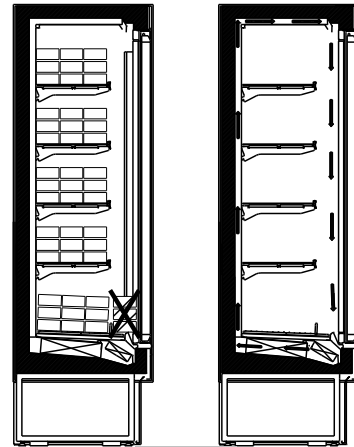

Fig. 15
- Non ostruire le feritoie di distribuzione del freddo che garantiscono il corretto flusso dell'aria (FIG. 15)